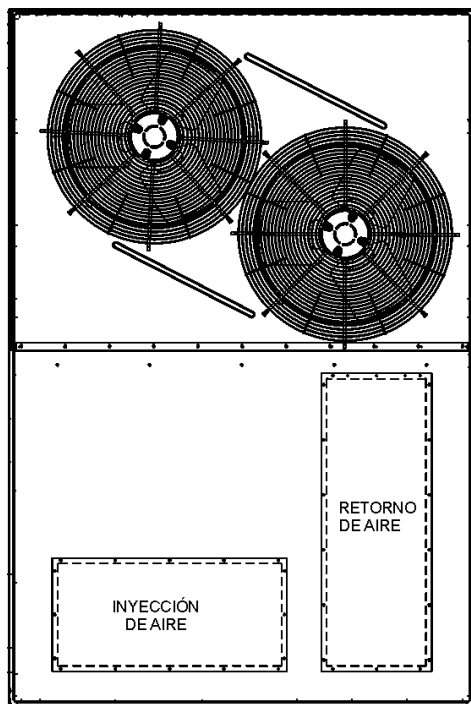

Fig. 4 - Aberturas para Conducto de Inyección y Retorno Vertical
1. Remover, para poder tener acceso, los paneles que cierren las aberturas de suministro y retorno de aire horizontal (Fig.4).
2. Remover los paneles que cierren las aberturas de suministro y retorno de aire situadas en el piso de la unidad (Fig.4).